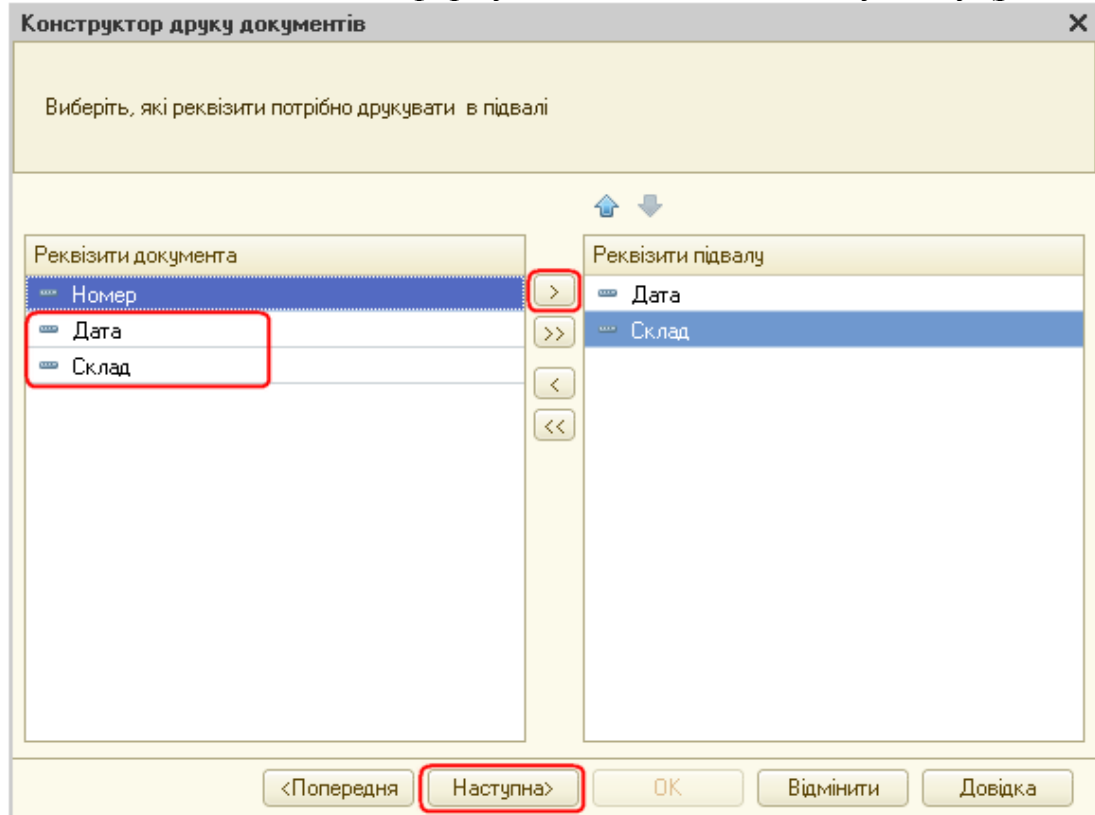

Рис. 21. Формування «підвалу» документу
16) Аналогічним чином ми формуємо т.зв. «підвал» документу (рис.21).